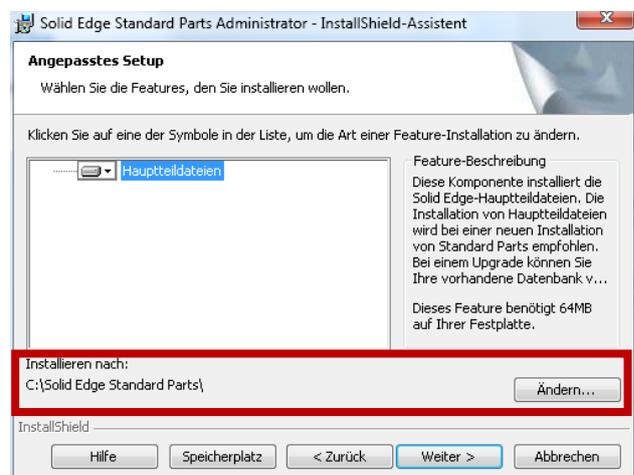

Abbildung 2
2. Legen Sie den Installationspfad fest (*Abb. 2*) und klicken Sie auf weiter. Lassen Sie die Hauptteildateien ausgewählt, auch wenn diese nicht benötigt werden da mit diesen der SQL-Server mit installiert wird. Sollte dieser schon installiert sein, wird die Installation automatisch übersprungen.